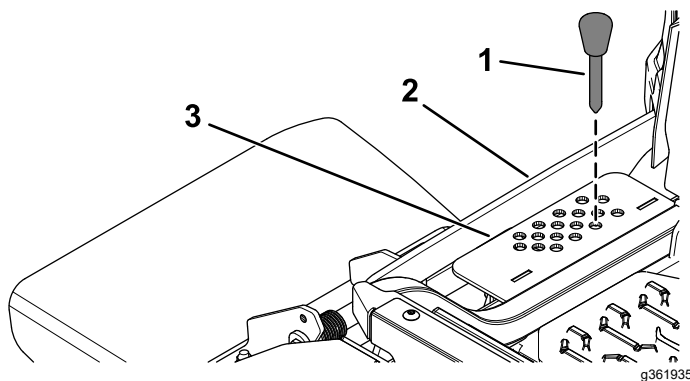

Figure 32
2. Placez l'axe de chape dans le trou du support correspondant à la hauteur de coupe voulue (Figure 32).
3. Appuyez sur le bas de l'interrupteur de commande du plateau jusqu'à ce que la tringlerie de hauteur touche légèrement la goupille de hauteur de coupe (Figure 32).